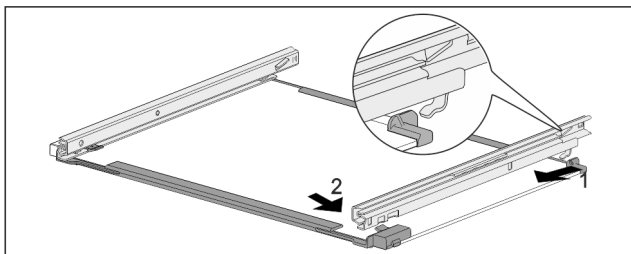

Fig. 264 Staklena ploča s vodilicama
- Zakvačite vodilicu sa stražnje strane. Fig. 264 (1)
- Uglavite vodilicu s prednje strane. Fig. 264 (2)